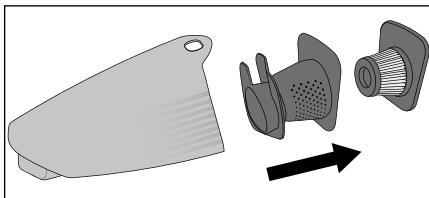

Abb. 3
- ▶ Um beste Ergebnisse zu erzielen, leeren Sie den Schmutzbehälter **⑧** und reinigen Sie den HEPA-Filter **⑥** regelmäßig.
- ▶ Falls Sie einen neuen HEPA-Filter **⑥** benötigen, wenden Sie sich an unseren Service (siehe Kapitel „**Ersatzteile bestellen**“).
- 1) Um den Schmutzbehälter **⑧** zu öffnen, nehmen Sie das Handteil **④** aus der Handteilmulde **⑩**.
- 2) Drücken Sie die Entriegelungstaste **▲ ⑤** und ziehen Sie gleichzeitig den Schmutzbehälter **⑧** nach vorne ab.
- 3) Ziehen Sie zunächst den HEPA-Filter **⑥** und dann den Grobfilter **⑦** aus dem Schmutzbehälter **⑧** heraus (Abb. 3). Klopfen Sie beide Teile über einem Müllimer o. Ä. aus. Bei Bedarf können Sie den HEPA-Filter **⑥** mit klarem Wasser abspülen. Lassen Sie ihn anschließend an der Luft vollständig trocknen.